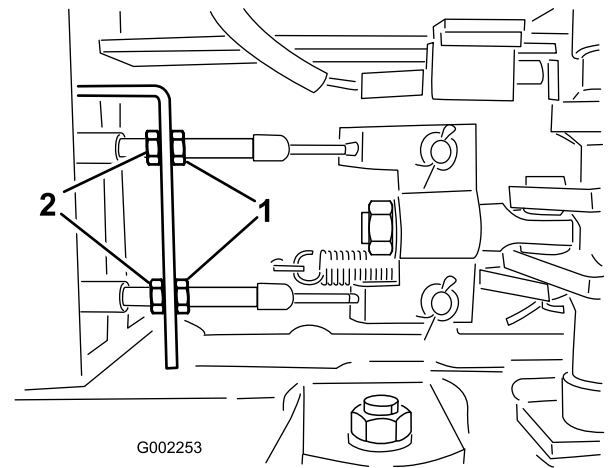

図 87
5. ブレーキケーブルの車両前端側にある前ナットをゆるめる (図 87)。
5. ドレンバルブを閉じる 図 87。
6. 後ナットを均等に締めて、ブレーキペダルの遊びを 10-20 mm に調整する 図 87。